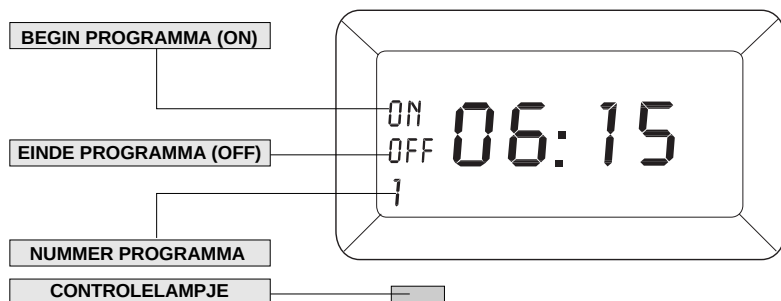

fig. 6
2. Op de knop  drukken om in het eerste startprogramma te komen. Op de display verschijnt het opschrift ON en het nummer van het programma (1), zie fig. 6.
4. Om het uur in te stellen waarop het programma moet eindigen opnieuw op knop  drukken. Op de display verschijnt het opschrift OFF en 1 (fig. 6). Op dit punt het tijdstip instellen met behulp van de knoppen $h+$ en $min+$.